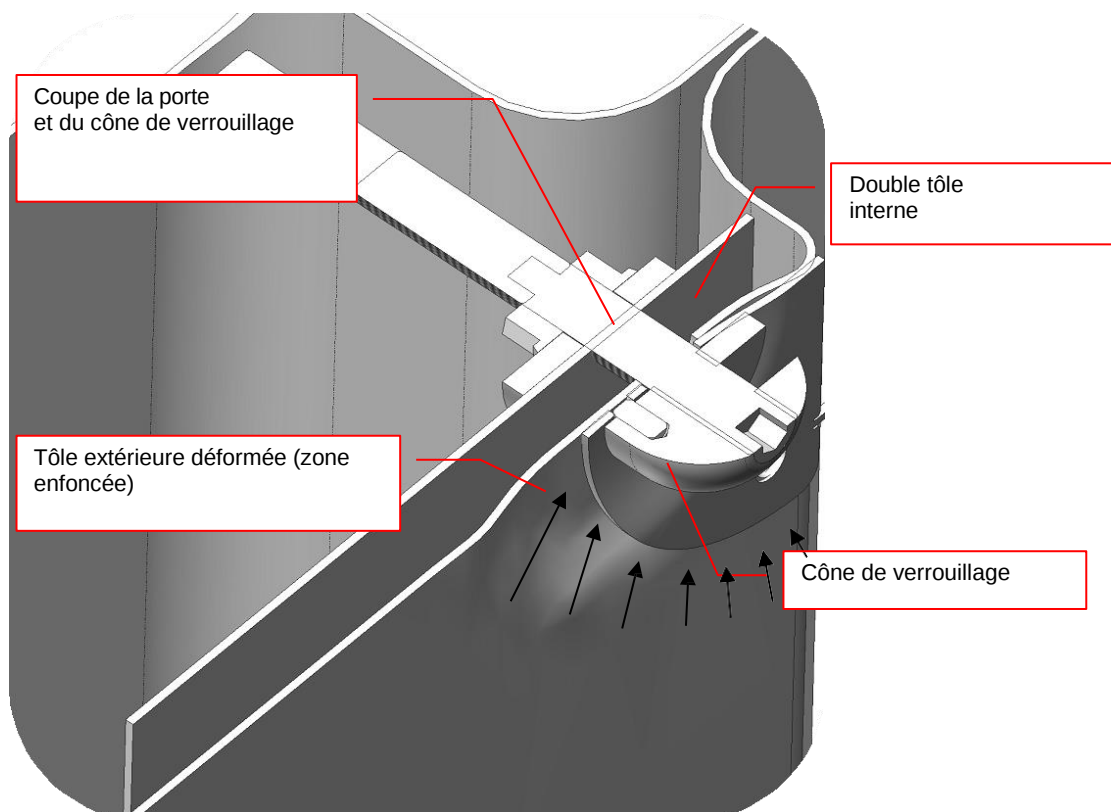
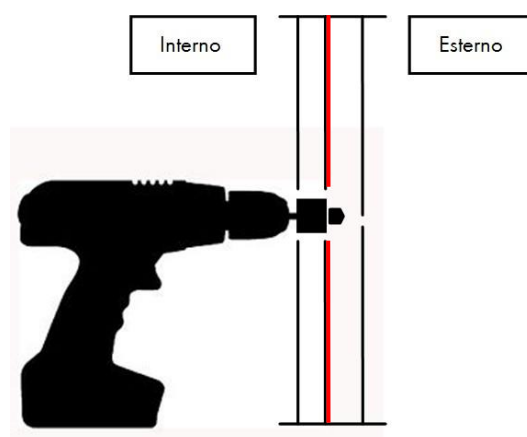

Fig.6
Fig.13
- En particulier, s'il y a une seconde tôle ou un profilé en caisson à l'intérieur de la porte au niveau de la zone de fixation du cône et qu'il n'est pas percé, le serrage du long écrou qui fixe le cône peut provoquer une déformation irréversible de la tôle extérieure, qui se plie vers l'intérieur (fig. 6). Cette déformation compromettrait le montage et le fonctionnement du cadenas. Toute tentative de réglage du cadenas sera vaine.
S'il y a une troisième/quatrième tôle (par exemple nervures, renforts, caissons) entre la tôle extérieure et la tôle intérieure, il est nécessaire d'y percer des trous (fig. 13) afin d'éviter l'affaissement de la tôle extérieure et d'assurer un appui correct de la contre-plaque sur la tôle extérieure depuis le côté intérieur (voir fig. 6).